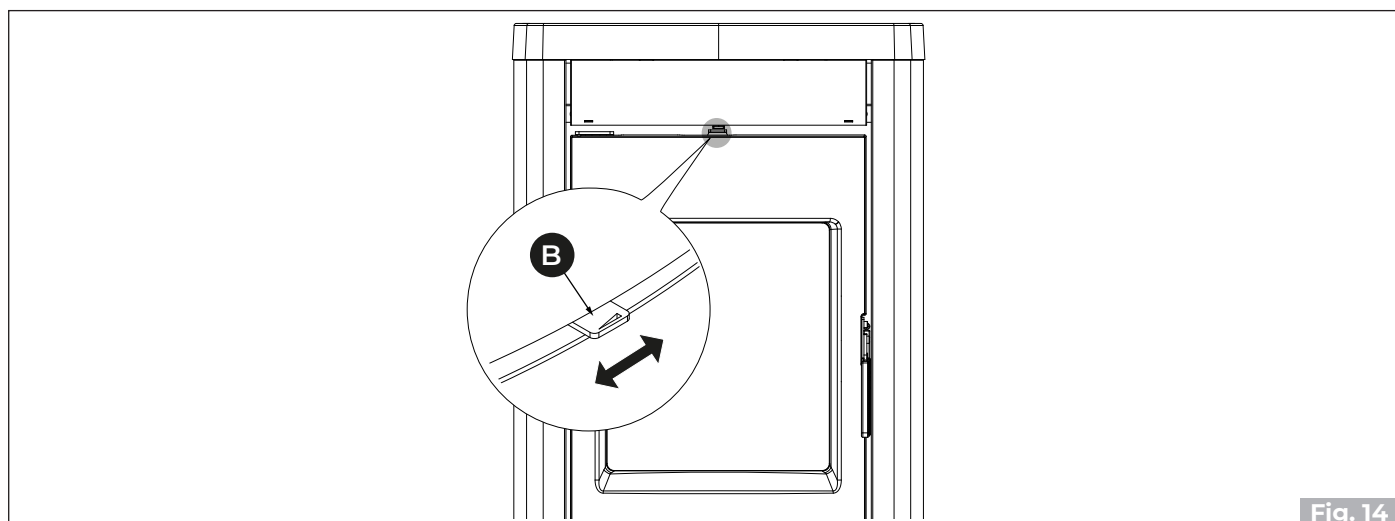

Fig. 14
Durante el funcionamiento de la chimenea es posible favorecer la limpieza del vidrio cerámico a través de la palanca de regulación (B) (Fig. 14) sin tener que abrir la puerta.